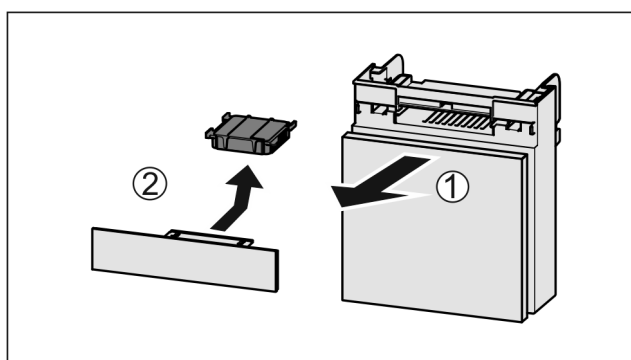

Fig. 59
- Lade vanaf de voorkant eruit trekken Fig. 59 (1).
- Actiefkoolfilter verwijderen Fig. 59 (2).